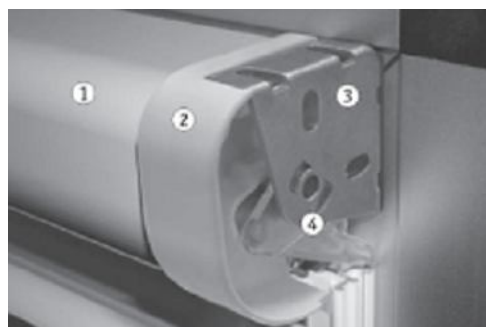

Рисунок 1.2 Кассета в скобах
Труба с сеткой располагается между двумя подшипниками (2) в кассете(1). Кассета удерживается двумя скобами (3), по одной на каждом конце кассеты. Кассета фиксируется между скобами при помощи ручки (4). (Рис.1.2)